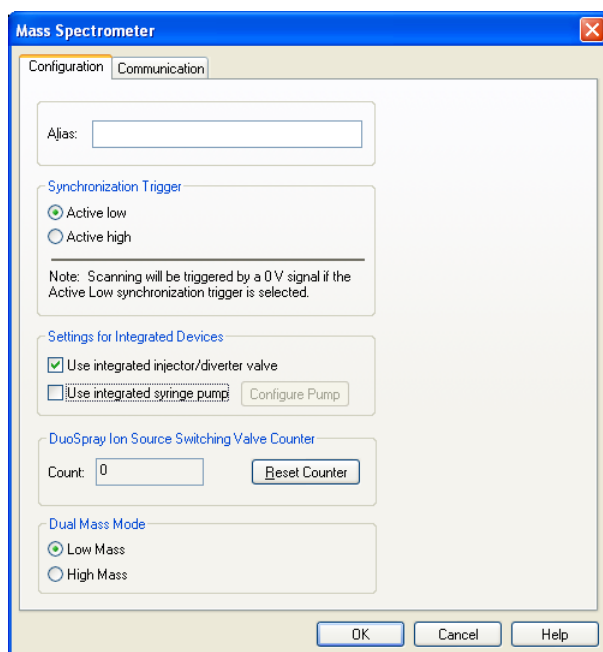

Figura 1-8 Scheda Configuration
3. Nella scheda **Configuration** (Figura 1-8), selezionare **Use integrated injector/diverter valve**.